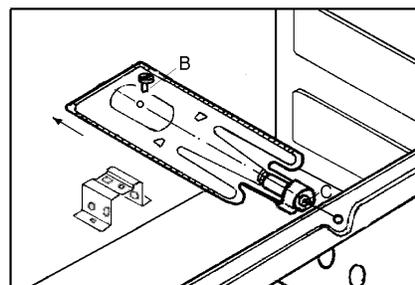

Abb. 17
2. Lösen Sie die Befestigungsschraube B in der Mitte des Backofenbrenners, dann entfernen Sie den Brenner, indem Sie ihn nach hinten schieben (Abb.17).